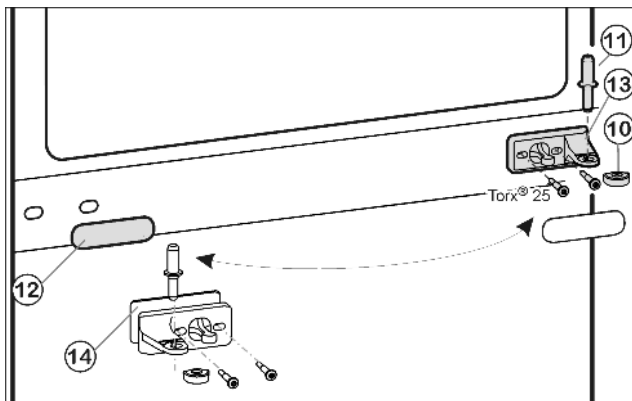
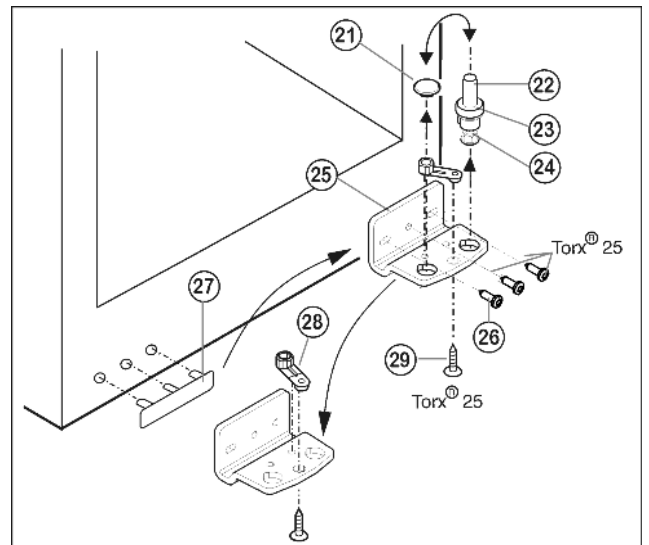

Fig. 9
Fig. 10
- ▶ Ležajni sornik na sredini Fig. 9 (11) izvlecite iz ležajnega podstavka in spodnjih vrat.
- ▶ Snemite plastični pokrov Fig. 9 (10).
- ▶ Ležajni podstavek na sredini Fig. 9 (13) odvijte (2 krat Torx® 25).
- ▶ Previdno snemite zastiralo Fig. 9 (12).
- ▶ Odvijte ležajni podstavek na sredini Fig. 9 (13) s podlago Fig. 9 (14) in ga za 180° obrnjena prestavite na novo stran s tečaji (s 4 Nm).
- ▶ Zastiralo Fig. 9 (12) za 180° obrnjeno nataknete na novo stran z ročajem.
- ▶ Ležajne sornike Fig. 10 (22) v celoti skupaj s podložko Fig. 10 (23) innogami Fig. 10 (24) izvlecite s potegom navzgor.
- ▶ Dvignite čepe Fig. 10 (21).
- ▶ Odvijte ležajni podstavek Fig. 10 (25) Fig. 10 (26).
- ▶ Odvijte Fig. 10 (29) ležaj Fig. 10 (28) in ga prestavite v nasprotno odprtino ležajnega podstavka, močno privijte.
- ▶ Pokrov na strani z ročajem Fig. 10 (27) previdno dvignite in prestavite na nasprotno stran.
- ▶ Ležajni podstavek Fig. 10 (25) vstavite na novo stran s tečaji in s pomočjo akumulatorskega izvijača ponovno privijte (s 4 Nm).
- ▶ Čepe Fig. 10 (21) vstavite v drugo odprtino.
- ▶ Ponovno vstavite ležajne sornike Fig. 10 (22) v celoti skupaj s podložko in nogami. Pri tem pazite na to, da je zaskočni zapah obrnjen nazaj.
- ▶ Zgornja vrata od zgoraj nasadite na ležajni sornik spodaj Fig. 10 (22).
- ▶ Plastičen pokrov Fig. 9 (10) ponovno nataknite na ležajni podstavek na sredini Fig. 9 (13).
- ▶ Ležajni sornik na sredini Fig. 9 (11) vstavite na novo stran s tečaji skozi ležajni podstavek na sredini Fig. 9 (13) v vodilo spodnjih vrat.
- ▶ Zgornja vrata postavite na ležajni sornik na sredini Fig. 9 (11).
- ▶ Vrata po potrebi čez obe vzdolžni odprtini v ležajnem podstavku spodaj Fig. 10 (25) in ležajnem podstavku na sredini Fig. 9 (13) poravnajte z ohišjem aparata. Odvijte srednji vijak v spodnjem ležajnem podstavku Fig. 10 (25).